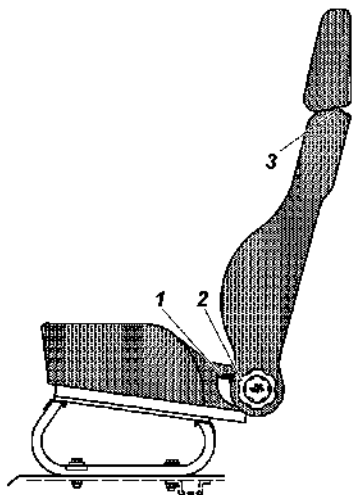

Рис. 3.9. Переднее сиденье:
- вниз также усилием руки, но при нажатой кнопке 3 (рис. 3.9) фиксатора подголовника.
Регулировка **передних сидений** в продольном направлении осуществляется с помощью рычага 1 (рис. 3.9):